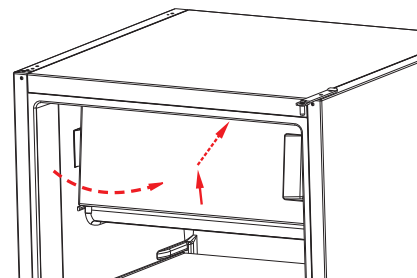

Fig. 5
- ▶ Tag døren til frostboksen af, ved at du løfter den let fornedet og trækker den af nedad (fig. 5).